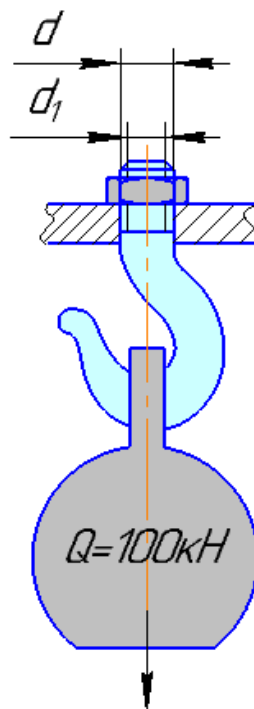

Рисунок 4 – Иллюстрация к кейс-задаче 4
4. Определить оптимальный диаметр резьбовой части хвостовика грузового крюка для силы $Q=100$ кН. Гайку заворачивают, но не затягивают (рисунок 4). Материал крюка подобрать самостоятельно (используя предоставленную справочную литературу) из сталей, прочностные характеристики которых выше стали 30. Предельно-допустимое напряжение при растяжении стали 30 $[\sigma_p] = 125$ МПа.